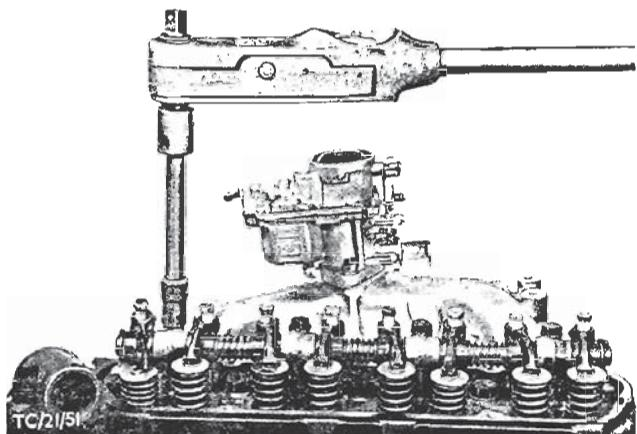

Fig. 70 - Spænd vippearmsakslens bolte som specificeret i Tekniske Data.
10. Smør begge ender af stødstængerne og anbring dem i ventilløfterne. Monter vippearmsakslen, idet vippearmsjusterskruerne styres ind i stødstangenderne. Monter vippearmsakslens bolte og spænd dem som specificeret i Tekniske Data, Fig. 70.